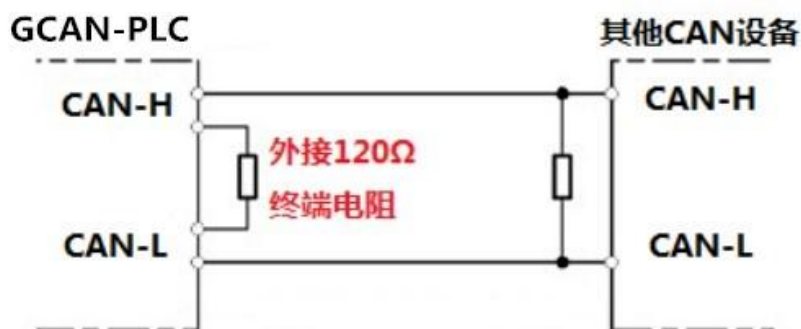

图 3.2 GCAN-GT-410 与其他 CAN 节点设备连接
为了增强 CAN 通讯的可靠性，消除 CAN 总线终端信号反射干扰，CAN 总线网络最远的两个端点通常要加入终端匹配电阻，如图 3.2 所示。终端匹配电阻的值由传输电缆的特性阻抗所决定。例如双绞线的特性阻抗为  $120\ \Omega$ ，则总线上的两个端点也应集成  $120\ \Omega$  终端电阻。如果网络上其他节点使用不同的收发器，则终端电阻须另外计算。
**请注意：GCAN-GT-410 的 CAN 总线内部未集成  $120\ \Omega$  终端电阻。如果节点数目大于 2，中间节点不需要安装  $120\ \Omega$  的终端电阻。需要使用时，将电阻两端分别接入 CAN\_H、CAN\_L 即可，如图 3.2 所示。**